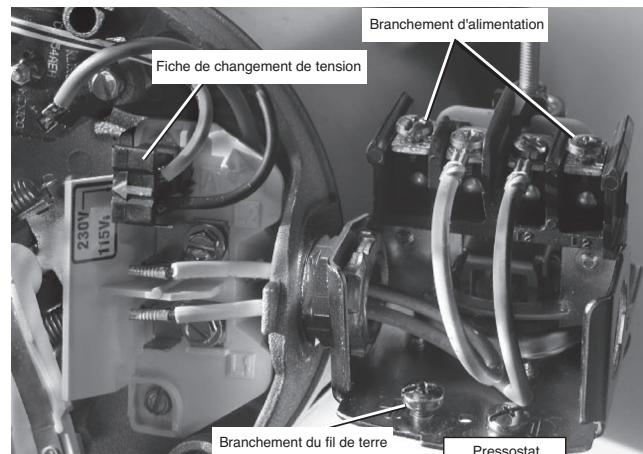

Figure 6 - Tension réglée sur 230 V, type à fiche
4. Fixer les fils d'alimentation d'entrée aux deux vis extérieures sur le pressostat comme illustré à la figure 6.
5. Fixer le fil de terre à un des branchements de terre, comme illustré à la figure 6.